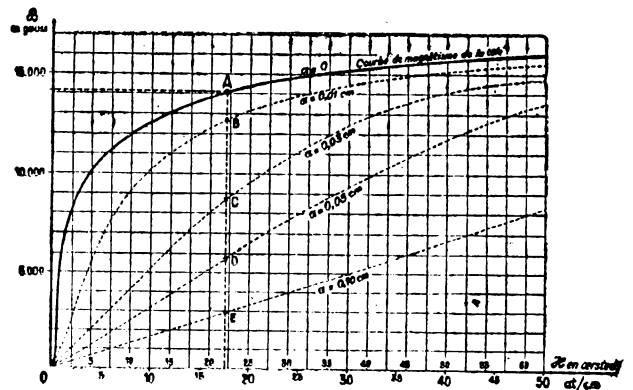

Fig. 5. — Courbe de magnétisme de la tôle et courbes du circuit avec différents entrefers.
b) la valeur du coefficient de self-induction correspondant. On utilisera pour ces calculs la courbe de magnétisme de la tôle qui est indiquée sur la figure 5.